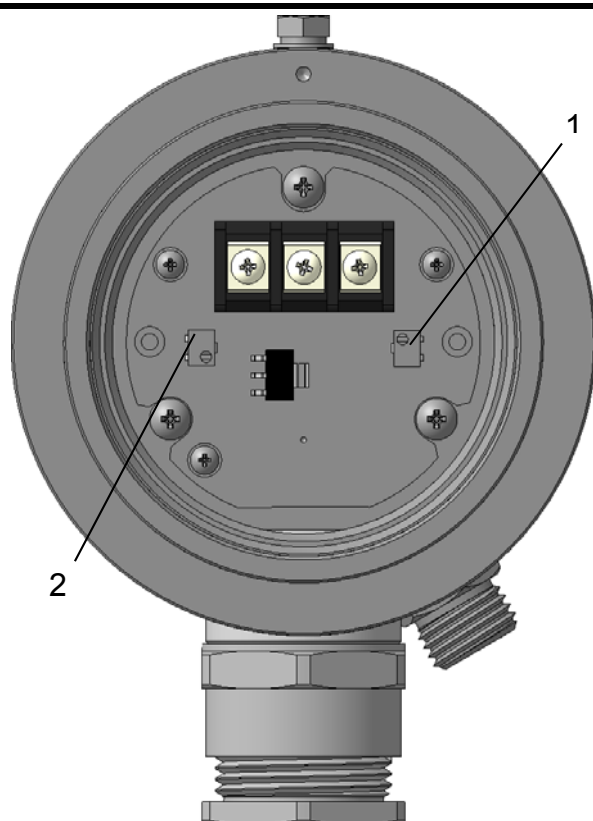

Рисунок 6.4
- 2) установить потенциометром 1 (см. рисунок 6.4) выходной ток 4 мА.